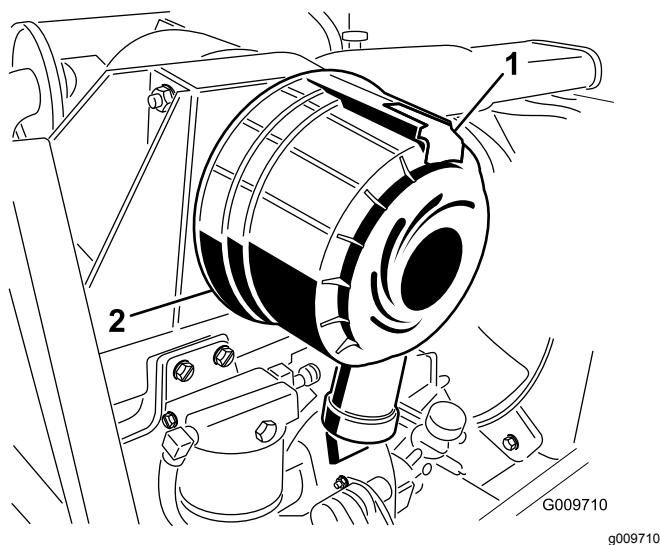

図 27
1. ラッチを引いて外し、カバーを左にひねってボディーからはずす^{図 27}。